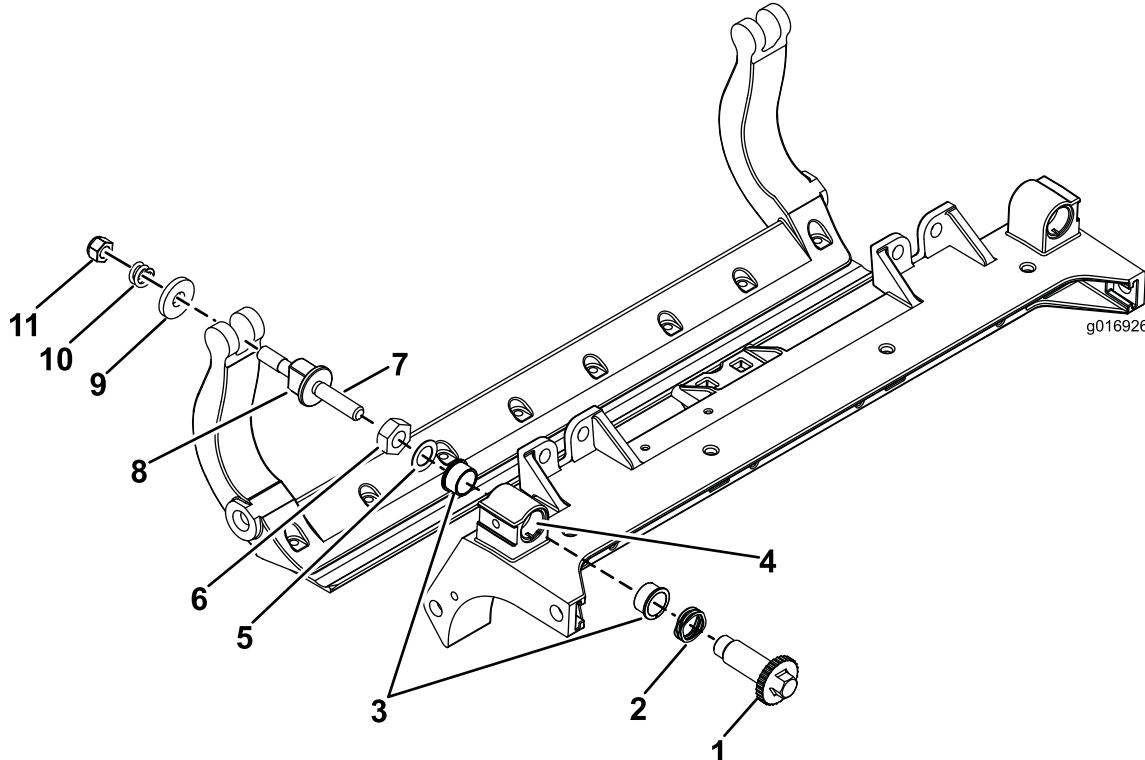

図 37
- 全部のパーツを取り外すHD DPA キットの 取り付け要領書 および図 37を参照。
- カッティングユニットのセンターフレームのブッシュ挿入場所に固着防止剤を塗布する図 37。
- フランジブッシュのキーとフレームのキー溝を揃えて、ブッシュを挿入する図 37。
- アジャスタシャフトにウェーブワッシャを通して、アジャスタシャフトをカッティングユニットのフレームのフランジブッシュに通す図 37。
- 平ワッシャとロックナットでアジャスタシャフトを固定する図 37。
- その外側からスチール製ワッシャを取り付ける図 37。
- 注 内側のワッシャには遊びがあつてかまいません図 37。
- 各ベッドバーアジャスタアセンブリを締め付けて圧縮スプリングを完全に圧縮し、そこから1/2回転だけ戻す図 37。